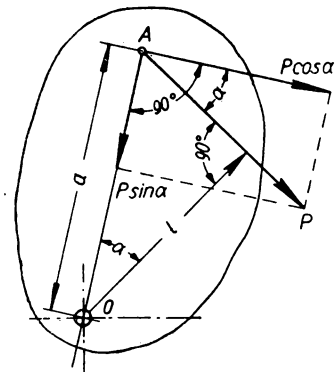

Bild 60
**Lösung:** An einem um die Achse  $O$  drehbaren Körper (Bild 60) greife in  $A$  die Mittelkraft  $P$  an. Sie sei zerlegt in ihre Seitenkräfte in Richtung  $AO$  und senkrecht dazu, nämlich in  $P \sin \alpha$  und  $P \cos \alpha$ , so daß die Seitenkraft  $P \sin \alpha$  durch die Drehachse  $O$  hindurchgeht. Das statische Moment der Mittelkraft  $P$  in bezug auf  $O$  ist  $M = Pl$  oder, da  $l = a \cos \alpha$ ,  $M = Pa \cos \alpha = (P \cos \alpha) a =$  dem statischen Momente der Seitenkraft  $P \cos \alpha$ . Die andere Seitenkraft  $P \sin \alpha$  hat, da sie durch die Drehachse  $O$  hindurchgeht, den Hebelarm Null und das statische Moment  $P \sin \alpha \cdot 0 = 0$ .